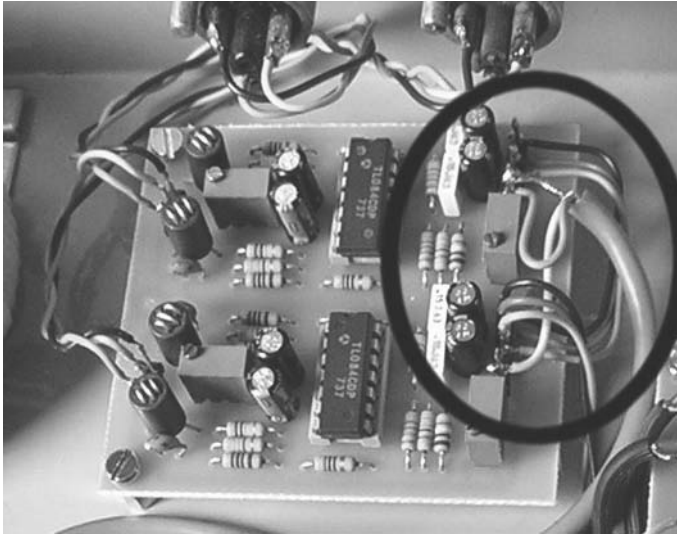

Figure 6.8
**Tentatoo** – Vous avez raison, ça ne fait pas très professionnel. Mais regardez la **figure 6.8**, qui montre comme il est simple de faire trois petits ponts de câblage entre les bornes des deux connecteurs J3 (fils noir, rouge et vert). Point besoin de tirer deux fois trois fils depuis le bloc d'alimentation secteur.